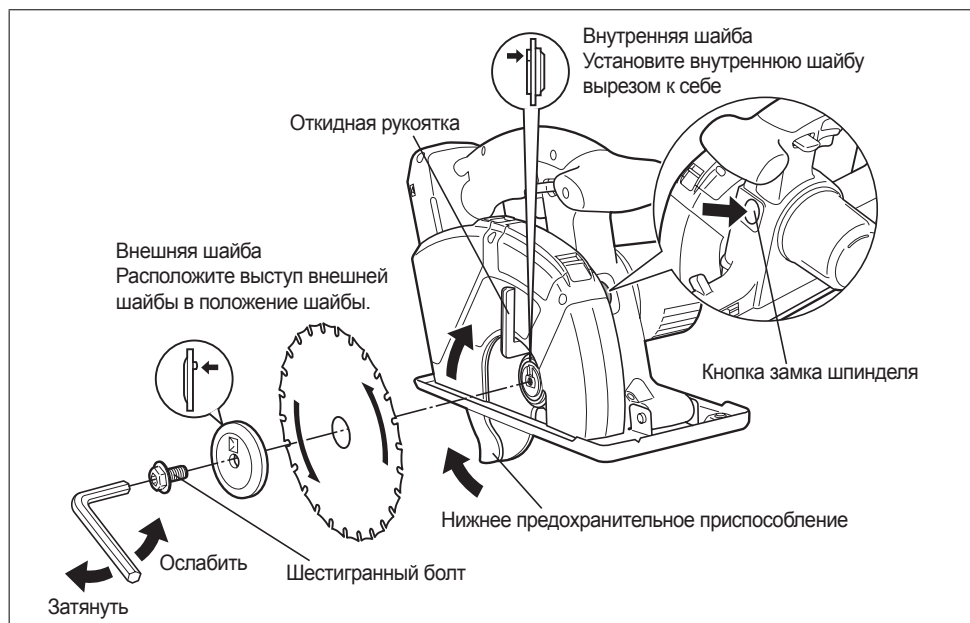

Рис. 6
Убедитесь в том, что шестигранный болт надежно затянут. (См. Рис. 6)
4. Установите полотно, как показано на иллюстрации. (См. Рис. 6)